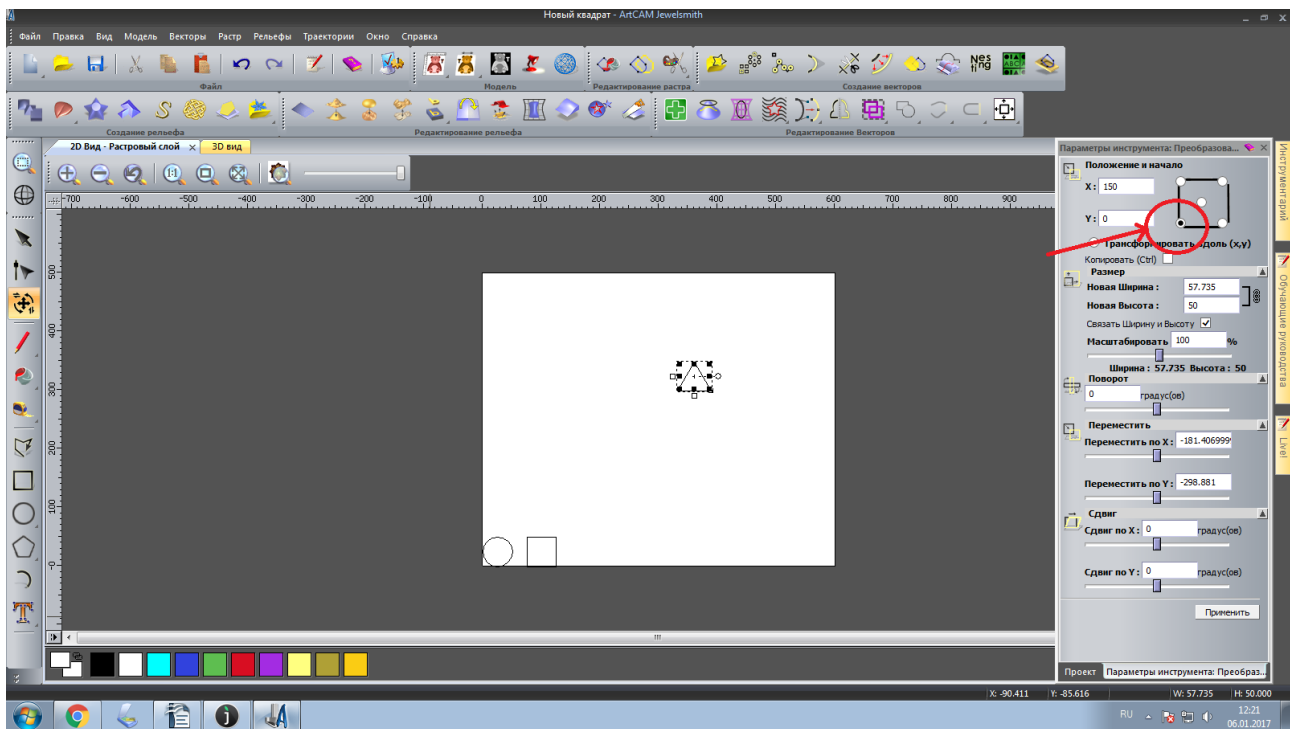

Рисунок 30. Положение треугольника
31. На панели «Параметры инструментов» в пункте «Положение и начало» индикатор необходимо переместить в левый нижний угол, рисунок 30